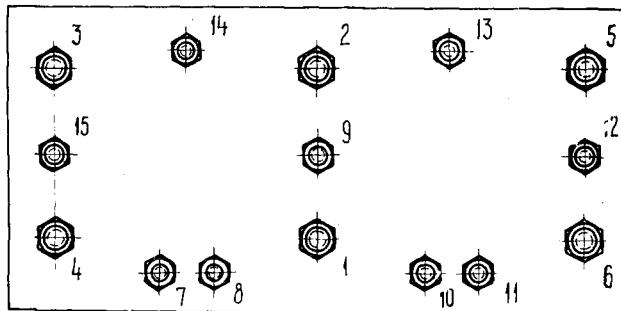

Рис. 15. Схема затяжки гаек крепления головки цилиндров
**Регулирование зазоров в механизме газораспределения дизеля.** Регулировать зазоры на прогретом дизеле. Перед регулированием подтянуть гайки крепления головок цилиндров (момент затяжки больших гаек 300—400 Н·м (30—40 кгс/м), малых 180—240 Нм (18—24 кгс/м) (схема затяжки приведена на рис. 15), а также гайки крепления стоек валиков коромысел (момент 160—200 Нм (16—20 кгс/м).